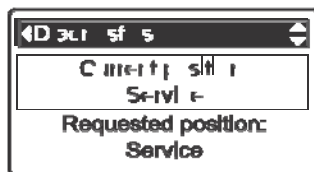

РИС. 136
4. Нажать кнопку ВВЕРХ (▲) и прокрутить список до появления надписи **Текущее положение** (См. Рисунок 136).